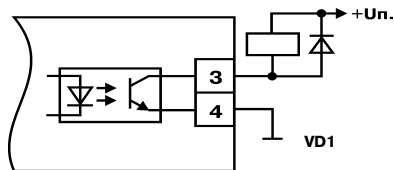

Рис. 16
3.1.10.1. Транзисторная оптопара применяется, как правило, для управления низковольтным реле (до 50 В). Схема подключения приведена на рис. 16.